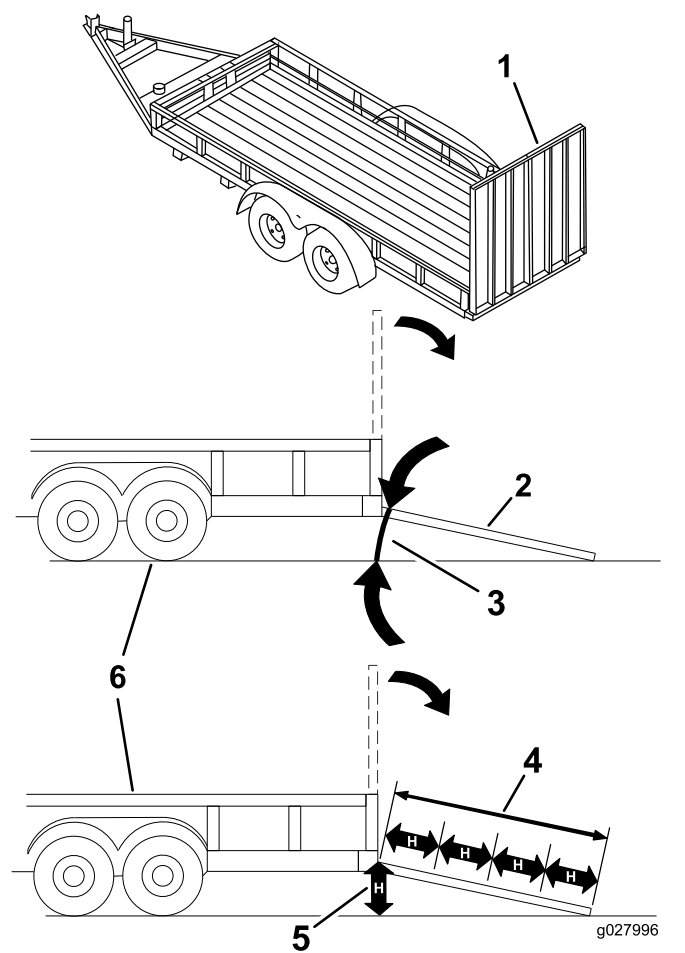

Figure 39
Le chargement de la machine sur une remorque ou un camion augmente le risque de basculement, et donc de blessures graves ou mortelles (**Figure 39**).
3. Abaissez la rampe pour que l'angle avec le sol ne dépasse pas 15 degrés (Figure 39).
1. Abaissez la rampe pour que l'angle avec le sol ne dépasse pas 15 degrés (Figure 39).